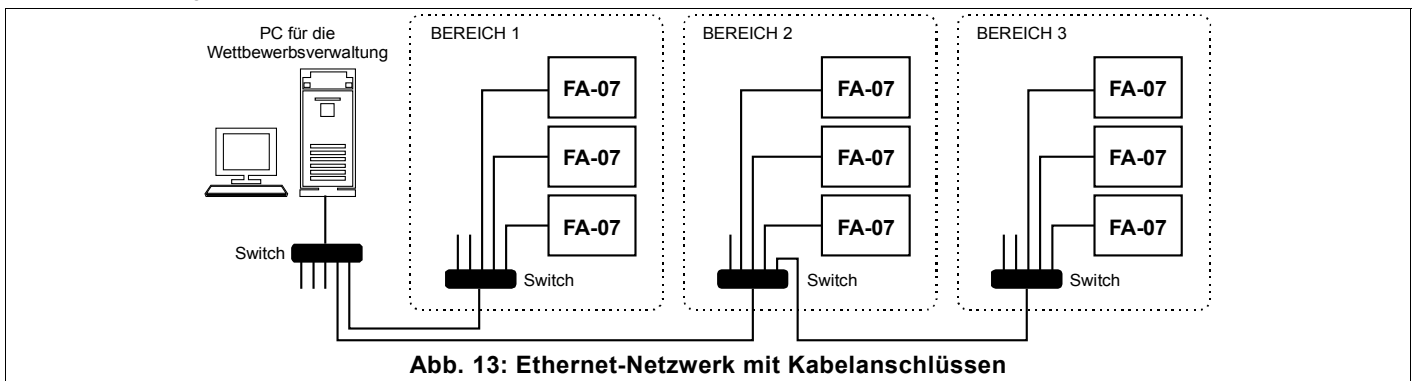

Abb. 13: Ethernet-Netzwerk mit Kabelanschlüssen
1. Via Kabel, und zwar unter Verwendung von Standard-Netzkabeln CAT 5 oder CAT 6 und gewöhnlichen Switches/Hubs, um die Verbindungen mit den verschiedenen in unterschiedlichen Bereichen installierten Geräten herzustellen. Siehe Abb. 13.